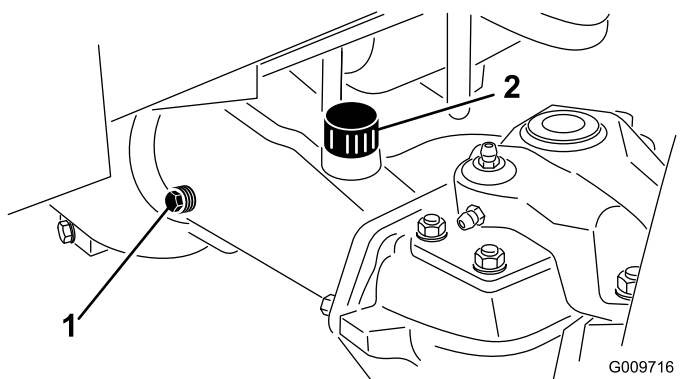

Figura 68
2. Retire un tapón de verificación de un extremo del eje (**Figura 68**) y asegúrese de que el lubricante llega al borde inferior del orificio.
3. Si el nivel es bajo, retire el tapón de llenado (**Figura 68**) y añada suficiente lubricante para que el nivel llegue al borde inferior de los orificios de los tapones de verificación.